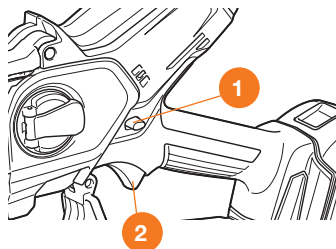

Рис. 14
- Отпустите кнопку блокировки включения **1**, продолжая удерживать клавишу включения **2**, для проведения работ с пилой (Рис. 14).